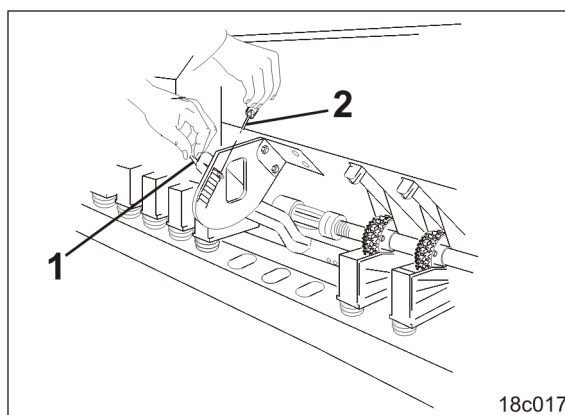

Fig. 70
1. Indstil bundklaparmen (Fig. 70/1) til skemaværdien (se Fig. 28, på side 51).
2. Sørg for at sikre bundklaparmen med en ringstift (Fig. 70/2).